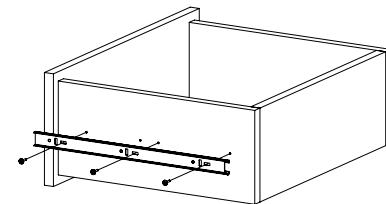

Рис.10
- Закрепите внутренние планки направляющих на деталях 6 и 7 шурупами 3,5x16 (Рис. 10).